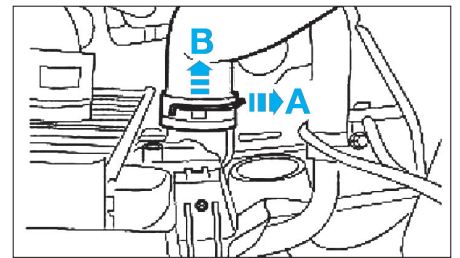

Fig. 18
• Détacher la canalisation de sortie d'échangeur thermique de l'échangeur thermique en (A) puis (B) comme illustré (Fig.18).